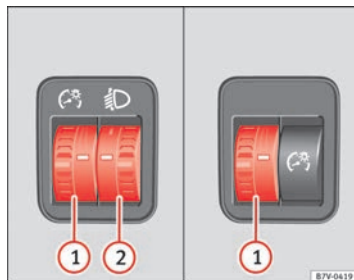

Abb. 62 Neben dem Lenkrad: Regler für die Instrumenten- und Schalterbeleuchtung ① sowie Leuchtweitenregulierung ②.
① Instrumenten- und Schalterbeleuchtung
Bei eingeschaltetem Licht lässt sich die Helligkeit der Instrumenten- und Schalterbeleuchtung durch Drehen des Reglers ⇒ Abb. 62 ① stufenlos regulieren. ▶
② Leuchtweitenregulierung